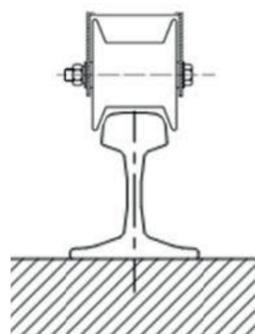

Abbildung 18: Gleiswagen mit 3 Rädern auf der Schiene
- Es muss sichergestellt werden, dass die Räder die Schiene umgreifen (siehe Abbildung 18: Gleiswagen mit 3 Rädern auf der Schiene).